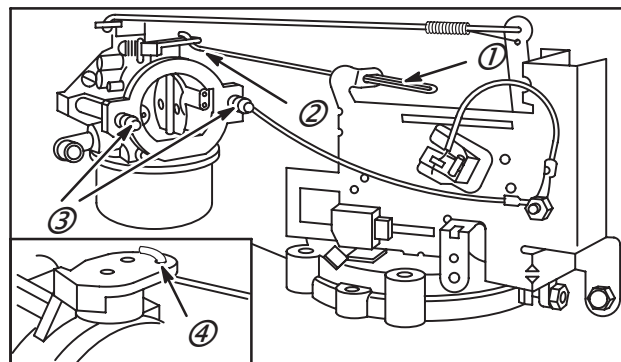

Fig. 119
1. Insérer la partie en "Z" de la biellette (2) dans le trou le plus extérieur de la plaque supérieure du levier de starter (4).
2. Glisser la tringle en "U" (1) dans la fente du support de commande du régulateur et placer le carburateur sur le coude d'admission.
3. Serrer les goujons (3) au couple de 7 Nm, Fig. 119.